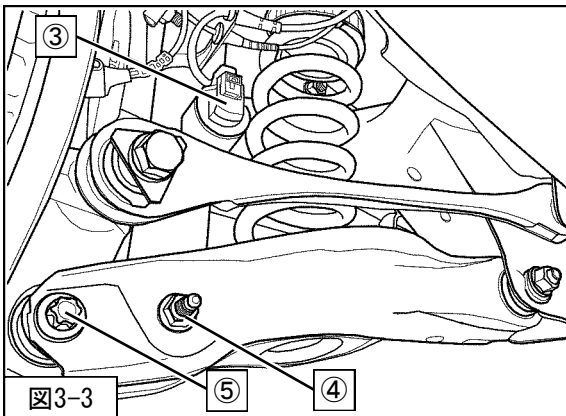

図3-3
4. ③コネクター
④リアショックアブソーバASSYロア取付ボルト・ナット
⑤リアサスペンションASSYロアアームNo.2取付ボルト・ナットを取外してください。(図3-3)